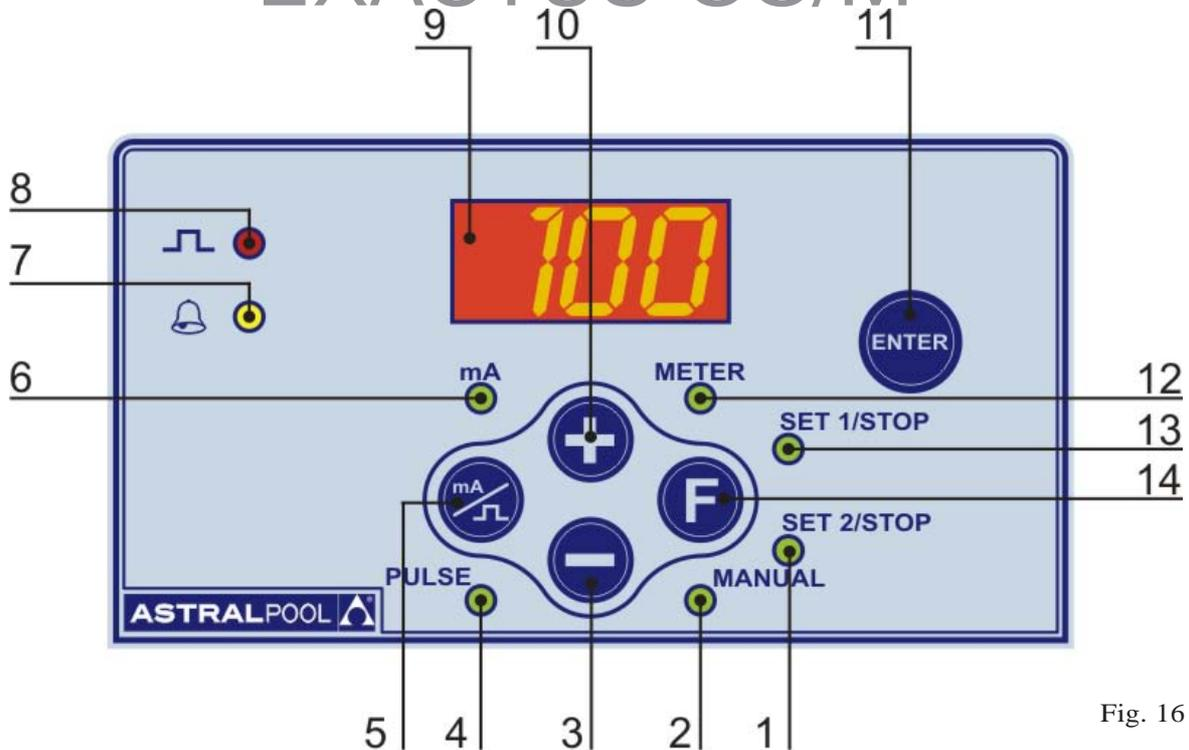

Fig. 16
8.1 - MANDOS (Fig. 16)
8.6 - PROGRAMACIÓN DE LOS PARÁMETROS (Fig. 16)